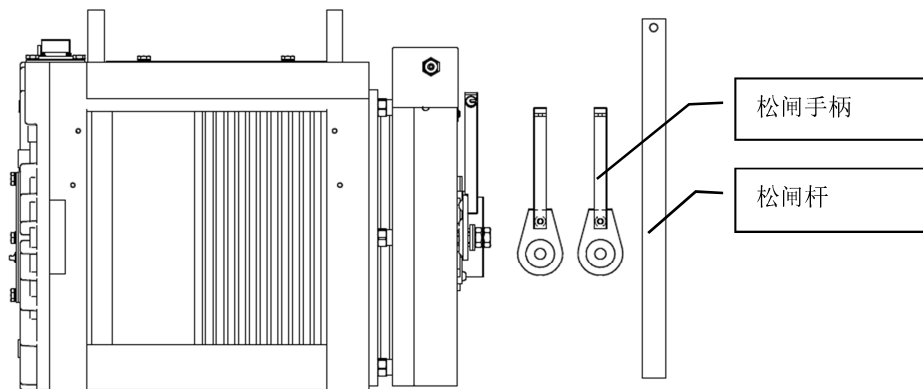

图 13 手动松闸装置图示
- 电梯在运行过程中如出现故障或由于停电引起的关人情况，可以使用手动盘车装置进行紧急放人，示意见(P7 图 13)所示。